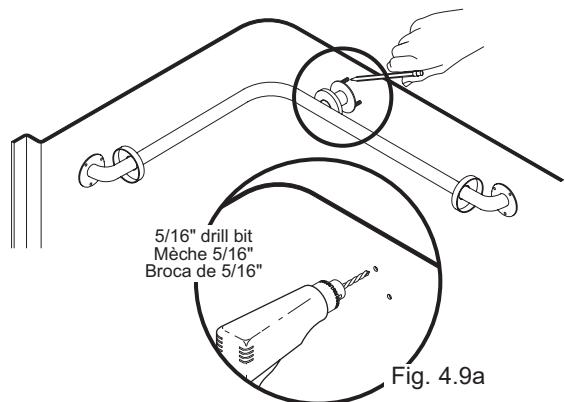

Fig. 4.9
- a) Position the bar at the desired height. Mark the position of the bolts located on the centre flange on the unit surface. Fig. 4.9.
- a) Positionner la barre à la hauteur voulue. Marquer sur la surface de l'unité, la position des boulons situés sur la bride du centre. Fig. 4.9.
- a) Colocar la barra en el lugar deseado sobre la unidad. Marcar la posición de los agujeros situados en cada una de las bridas de la barra de soporte. Fig. 4.9.